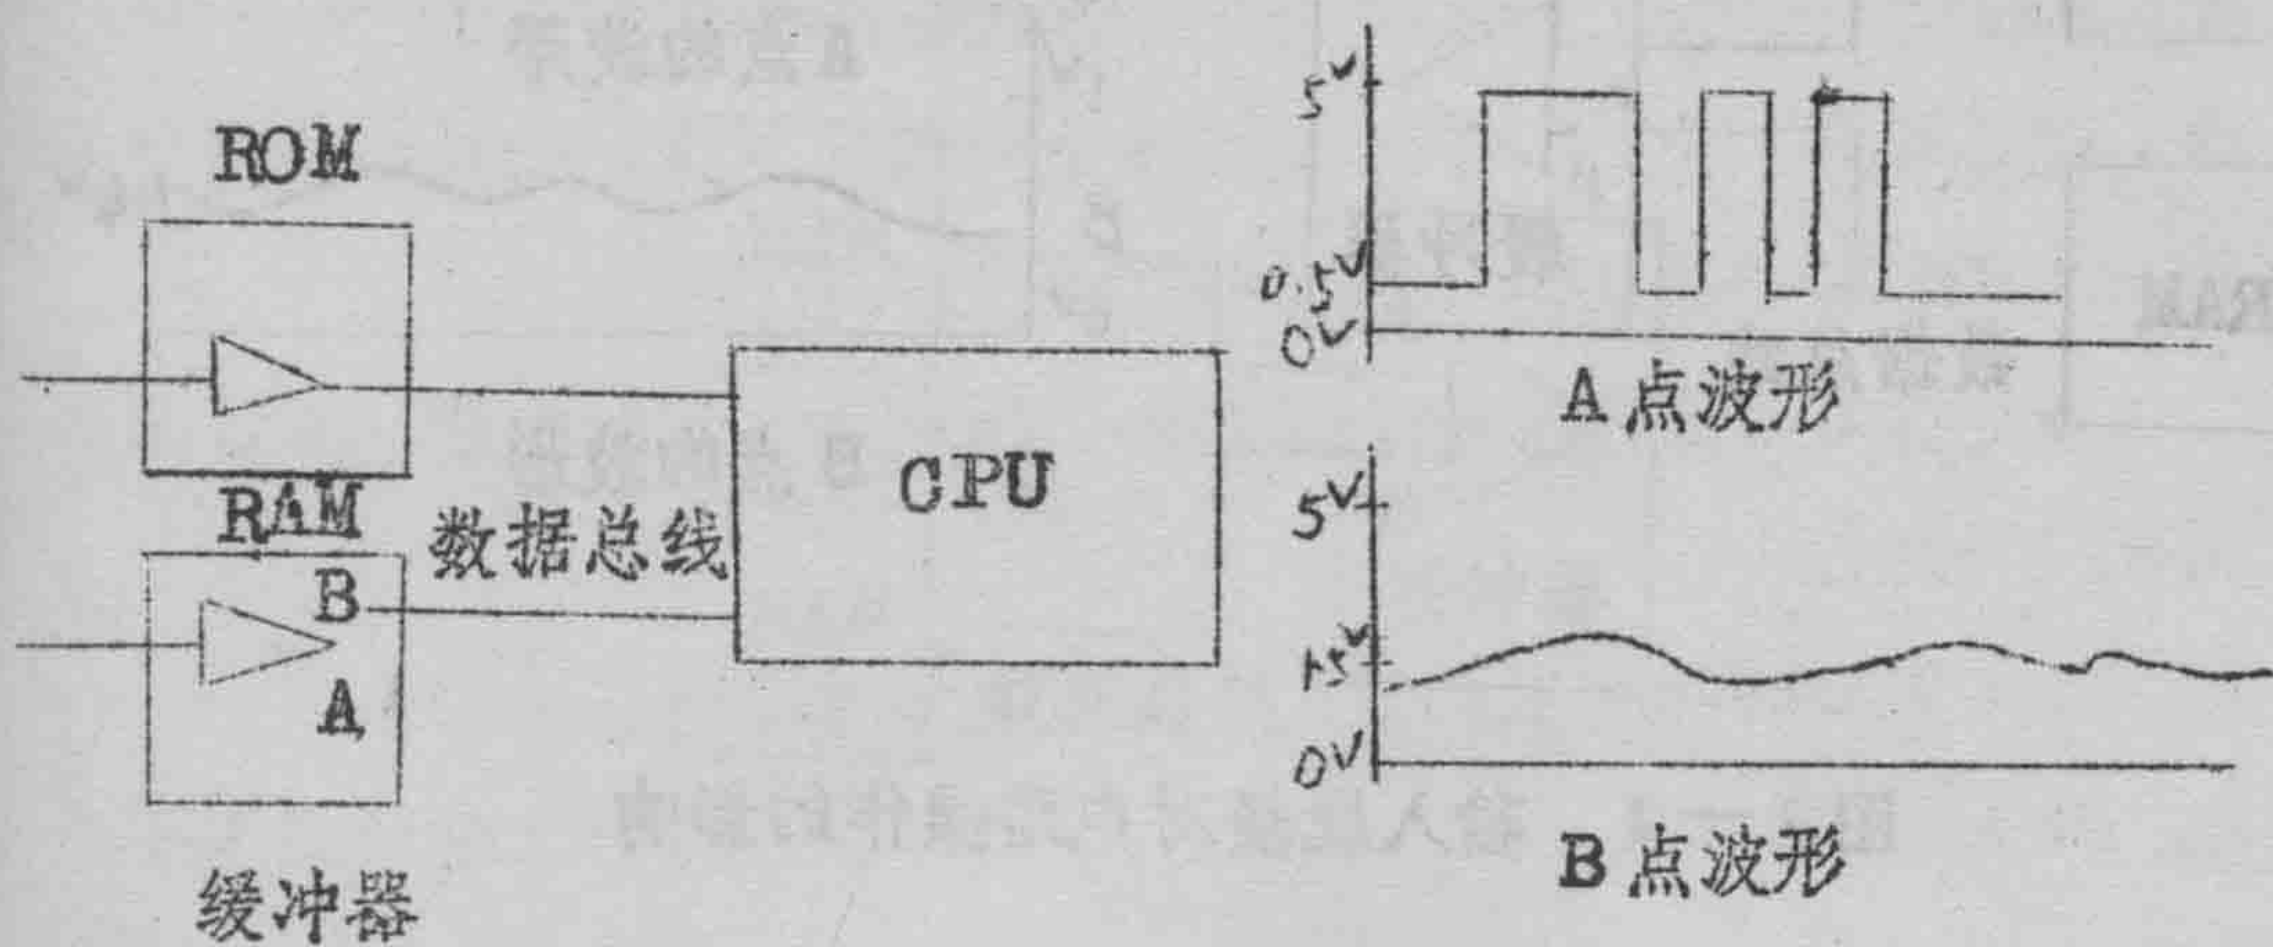

图3-1 输出脱接对电路操作的影响
- (1) 输出脱接对波形的影响，如果发生输出线的脱接，（如图3-1所示）则由此输出驱动的输入就处于浮空状态。在典型的TTL集成电路中，浮空输入约为 $1.4 \sim 1.5\text{ V}$ ，对电路操作的影响与高逻辑电平同。